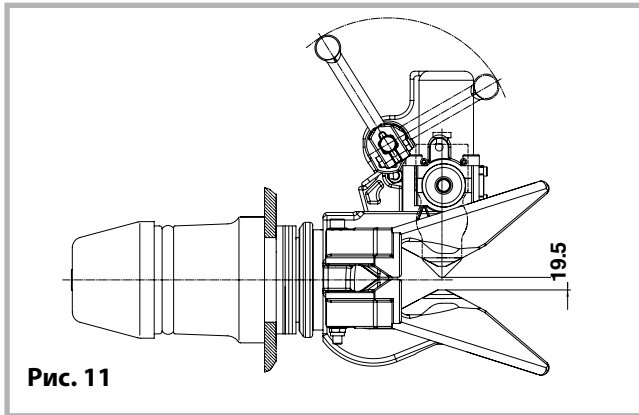

Рис. 11
Внимание! Если сцепная петля при сцеплении не вызывает срабатывания сцепного шкворня, то тому могут быть несколько причин: необходимый размер (расстояние между сцепной петлей и сцепным шкворнем) не обеспечен (см. рис. 11)
- Расстояние между нижней кромкой сцепного шкворня и опорной поверхностью должно составлять не менее **14 мм** и не более **19,5 мм** (см. рис. 11)